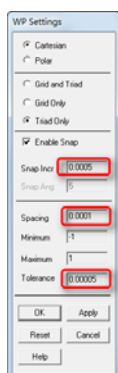

图 8-88 “WP Settings” 对话框
⑩依次选择 Utility Menu→WorkPlane→WP Settings, 会弹出“WP Settings”对话框, 如图 8-88 所示, 在“Snap Incr”后输入框中输入 0.0005, 在“Spacing”输入框中输入
⑪ 依次选择 Utility Menu→Plot→Elements, 显示所有单元。